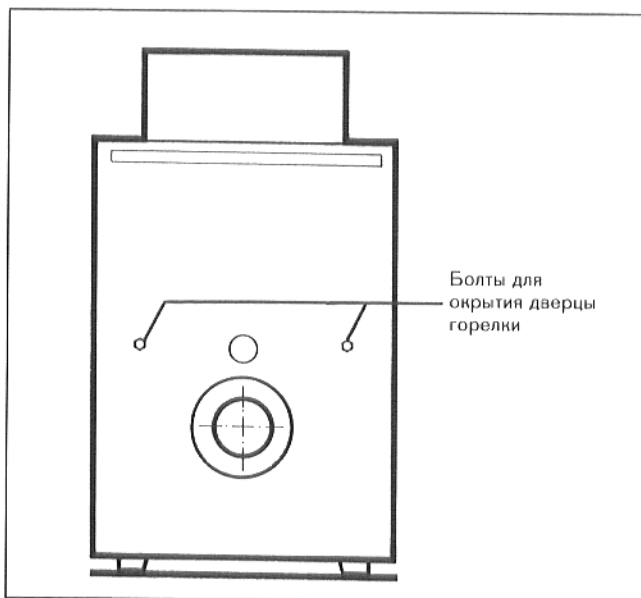
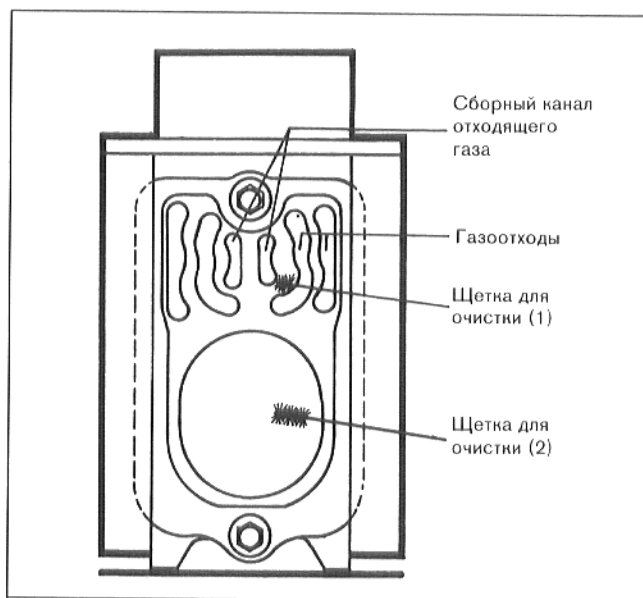

Рис. 28
Рис. 29
Открыть дверцу горелки, вывинтив предварительно шестигранные болты слева и справа у дверцы горелки (рис. 28). Произвести, при помощи щетки для очистки (1), боковые газоходы и центральный канал дымоборника. Очистка производится горизонтальными вращательными движениями (рис. 29).
Очистить, при помощи щетки (2), камеру сгорания (рис. 29).